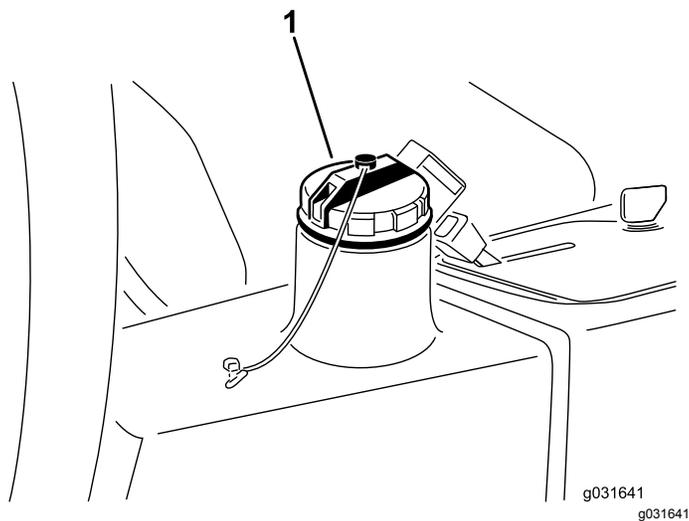

Figura 62
4. Llene el depósito (Figura 62) con aproximadamente 3.5 galones US (13.2 litros) de fluido hidráulico; consulte Comprobación del sistema hidráulico (página 51).